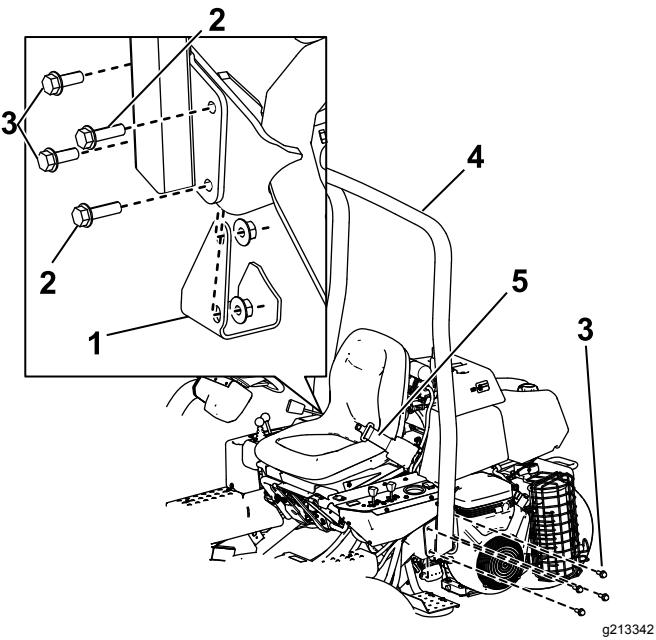

Bild 6
- Senken Sie den Überrollbügel (**Bild 6**) auf die Befestigungshalterungen ab. Fluchten Sie die Befestigungslöcher aus.
- Befestigen Sie die linke Seite des Überrollbügels mit vier Schrauben (½" x 1½") und Sicherungsmuttern an der Befestigungshalterung (**Bild 6**).
- Befestigen Sie die rechte Seite des Überrollbügels und das vorher entfernte Steckpolster mit zwei Schrauben (½" x 1½"), zwei Schrauben (½" x 1¾") und Sicherungsmuttern an der Befestigungshalterung, wie in **Bild 6** abgebildet.